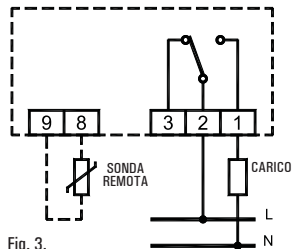

Fig. 3.
- Eseguire i collegamenti elettrici seguendo lo schema di collegamento di Fig. 3.